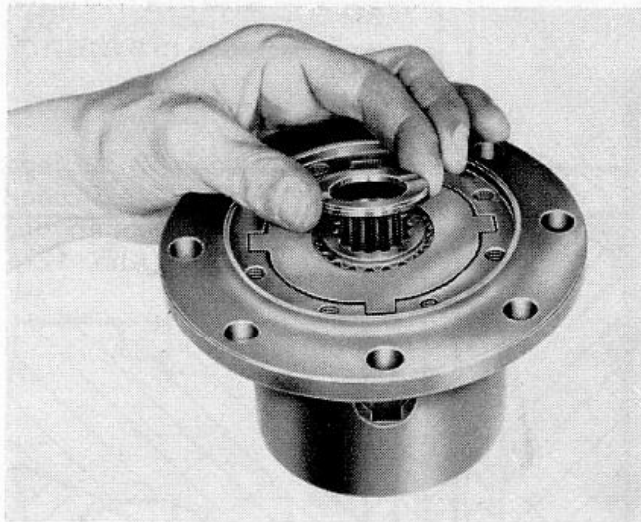

Abb. 15
8. Anlaufscheibe (3) mit der Fase nach oben auf das Achskegelrad legen (Abb. 15).